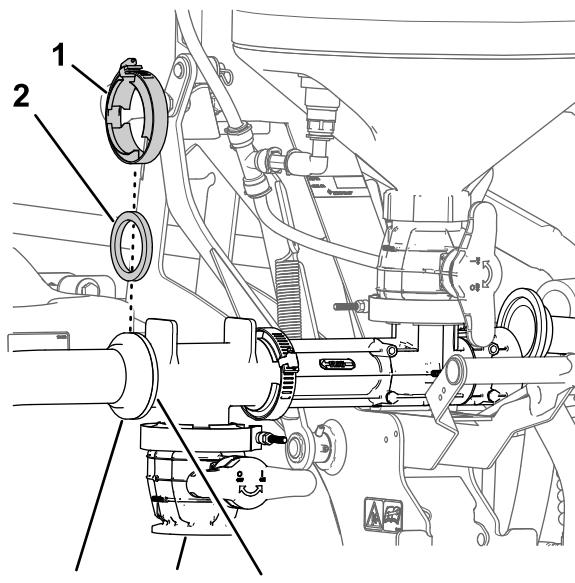

Рисунок 24
- 3. Совместите фланцевый штуцер шланга бака с передним фланцем сливного тройника (Рисунок 24).
- 4. Присоедините шланг бака к тройнику, используя прокладку и фланцевый хомут (Рисунок 24).
- Поднимите и опустите эдуктор, чтобы убедиться в отсутствии препятствий при перемещении шланга бака (Рисунок 24).